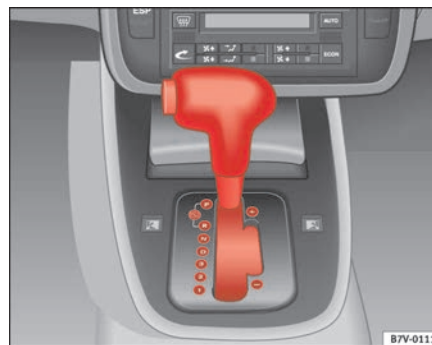

Abb. 127 Ausschnitt von der Mittelkonsole: Wählhebel mit Sperrtaste vom Automatikgetriebe
- Treten und halten Sie das Bremspedal und drücken Sie dabei die Sperrtaste links im Wählhebel ⇒ Seite 170, Abb. 127.
- Halten Sie die Sperrtaste (Taste links im Wählhebel) gedrückt und legen Sie eine Fahrstufe (⇒ Seite 170, Abb. 127 R, D oder S) ein.